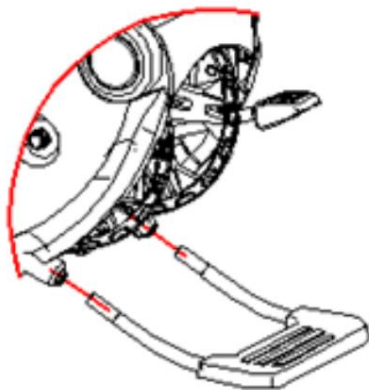

Fig. 4-1: Montaggio del poggiapiedi
1. Inserire i tubi metallici nel poggiapiedi e collegarli al tubo del corpo principale fino a sentire il clic del pulsante. Verificare che le ruote siano collegate correttamente tirandole delicatamente (Fig. 4-1).